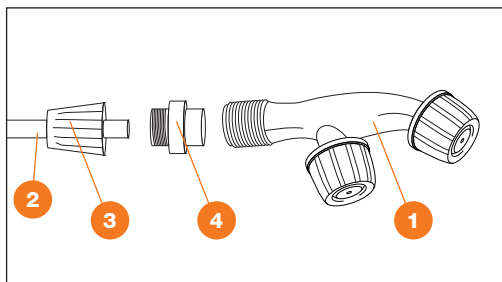

Рис. 5.2
4. Соедините насадку-форсунку 1 с телескопической штангой 2 с помощью переходника 4 и контргайки 3 для модели **DSA 6Li, DSA 9Li** (Рис. 5.2).